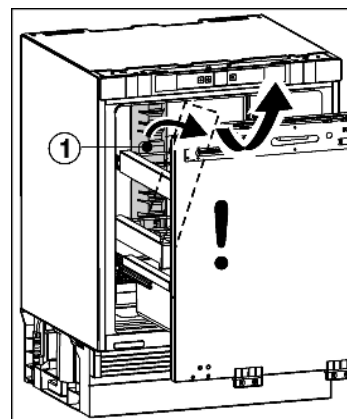

Fig. 3
- Pivoter la pièce de sécurité de transport Fig. 3 (1) sur le côté et l'enlever par l'avant.